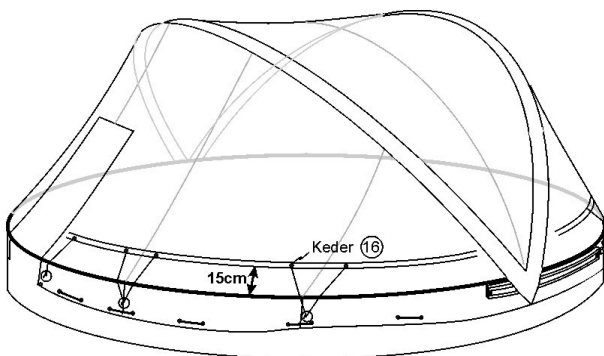
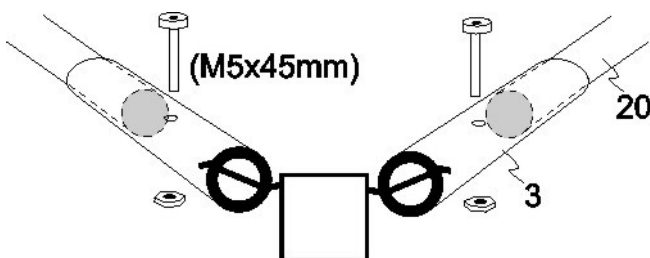

Abb. 9.1
Abb. 9.2
## Richtige Einstellung von Einsteckhülsen (Abb. 9.1/9.2)
Befindet sich der Keder weniger als 15 cm vom Schwimmbeckenrand (Abb. 9.1), müssen in die Einsteckhülsen (14) Schrauben (M5x45mm) laut Skizze eingesteckt werden. (Abb. 9.2)